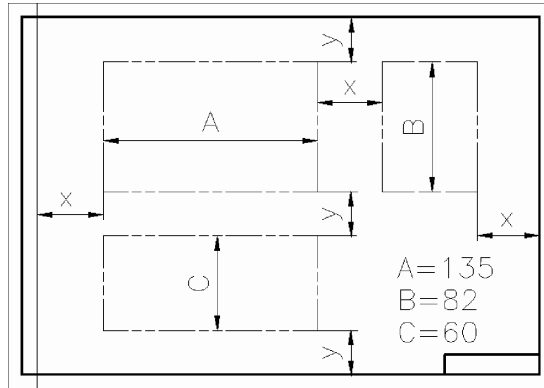

Fig. 6.123 Plasarea dreptunghiurilor de încadrare
2. Calculând distanțele dintre dreptunghiurile de încadrare și chenar, ca în Fig. 6.123, rezultă: